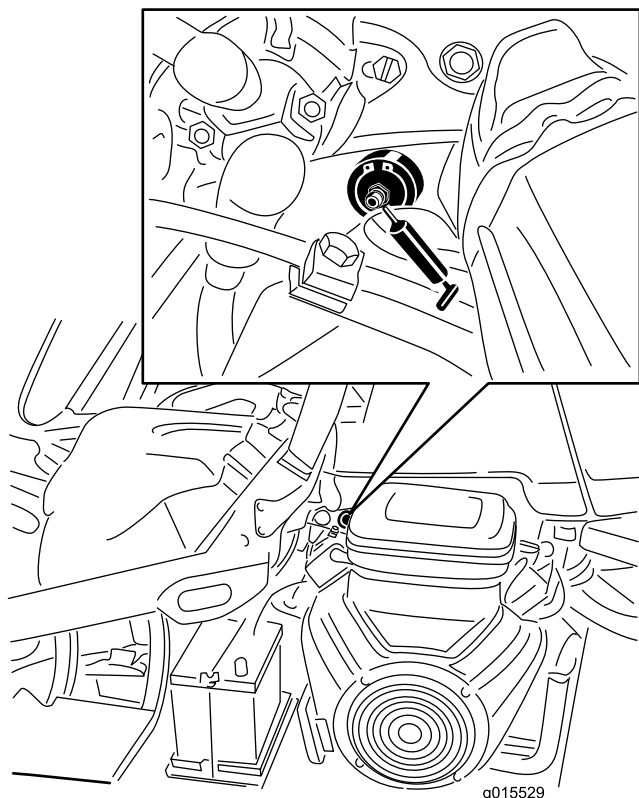

Figura 29
1. Limpe os bocais de lubrificação para não forçar a entrada de matérias estranhas no rolamento ou casquilho (Figura 29).